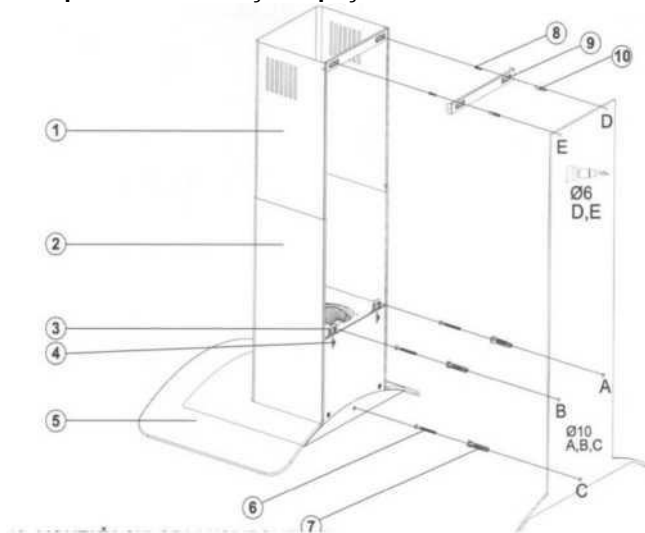

Figura 10: MONTAGEM E PARTES
Desaperte o parafuso da placa para pendurar o produto (4) e puxe a placa (4) para cima em seguida, fixe-o com um parafuso. Figura 10
Anexe o conjunto à parede na altura apropriada (veja a distância mínima e máxima da placa no esquema de montagem). Furos de perfuração A, B, C (Figura 10) - -
O exaustor está posicionado no meio e, em seguida, a placa de conexão do ventilador (3) está diretamente ligada à parede, sob a tampa ou os pontos E e F, que são marcados após a medição realizada. (Página 16 Figura 10)
(Página 16 Figura 10)